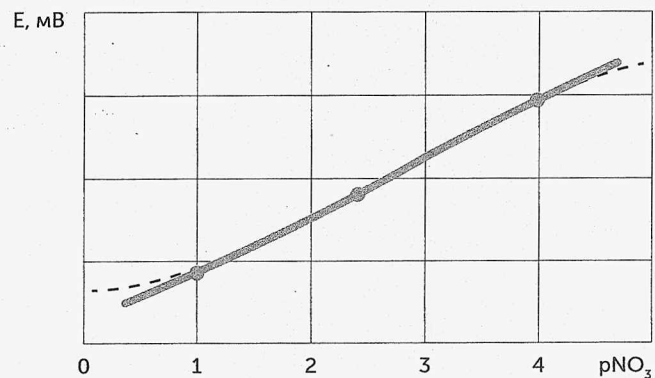

Рисунок 2 – Калибровка по трем калибровочным точкам
аппроксимирующую электродную характеристику (Рисунок 2). Расчет значения рХ осуществляется по формулам подобным формуле (6) отдельно для каждого ее отрезка: